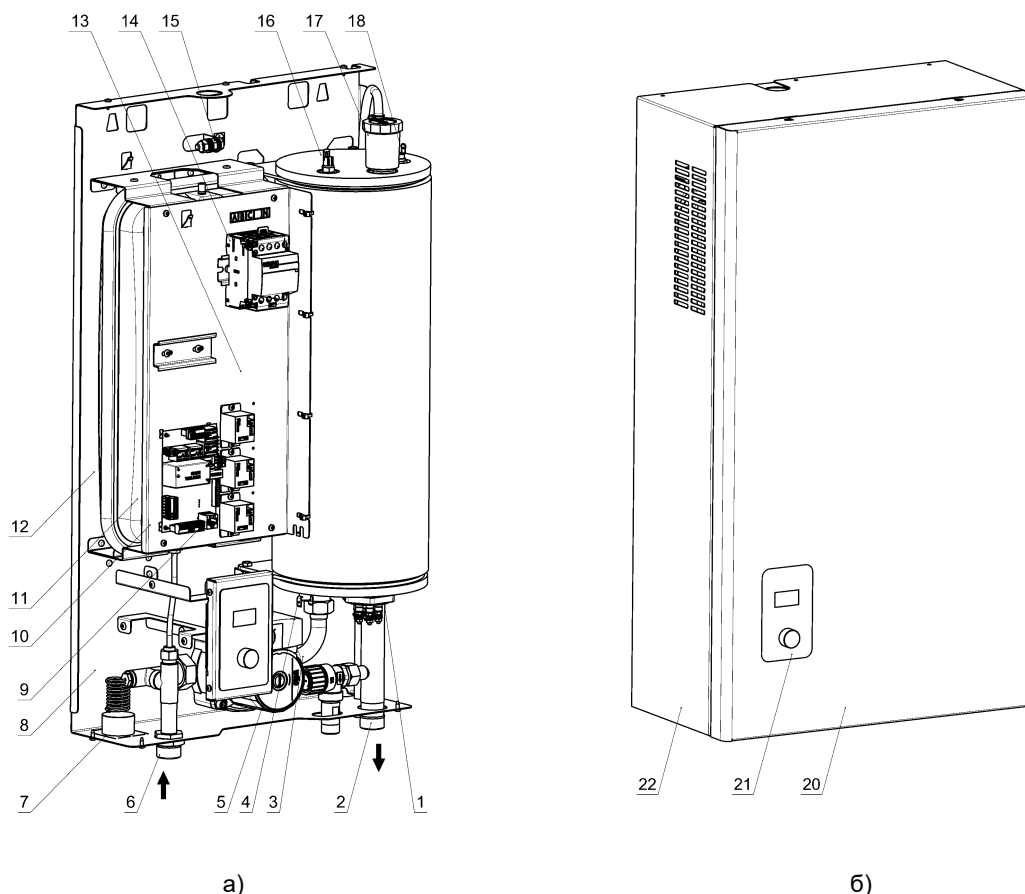

Рисунок 2. Общий вид прибора
(1) Подсоедините заземляющий провод к прибору, используя зажим заземления (см. рис. 2а, поз. 15).
(2) Подсоедините заземляющий провод к заземляющей шине или другой точке заземления.